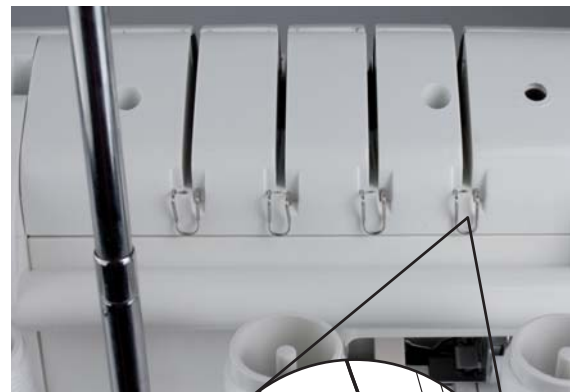

Abb.30
1. Führen Sie den Faden von hinten nach vorne durch den Fadenbaum ① (1).
2. Fädeln Sie den Faden in die Fadenführung ein, indem Sie den Faden nach unten ziehen, bis er unter die Fadenführung rutscht (2) (Abb. 30).